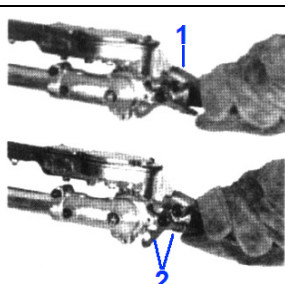

Fig.HT5
2. Avec l'index de votre main gauche, pressez le verrou. Avec votre pouce gauche, pressez la serrure de verrou. Voir le Fig.HT5